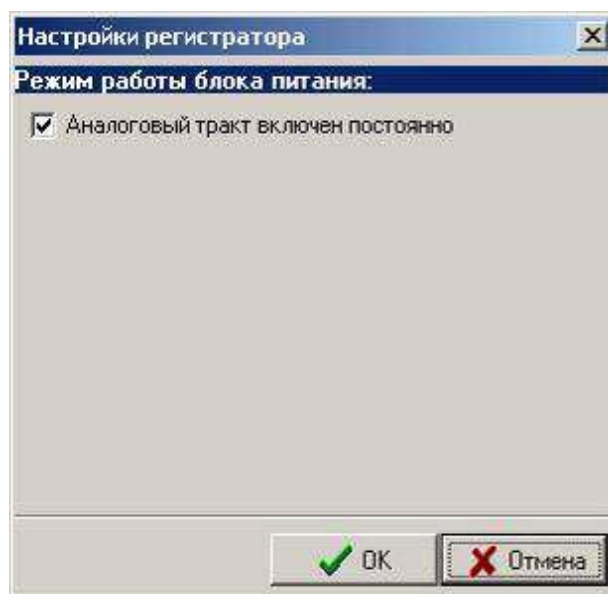

Рисунок 3.2 - Настройки регистратора
3.4.2 Кнопка **Настройки регистратора** выводит всплывающее окно **Настройки регистратора** (рисунок 3.2) можно установить метку Аналоговый тракт включен постоянно. Если опция включена, то перед сбором данных не производится задержка (20 с), необходимая для выхода аналогового тракта на режим. По завершении сбора аналоговый тракт не выключается.